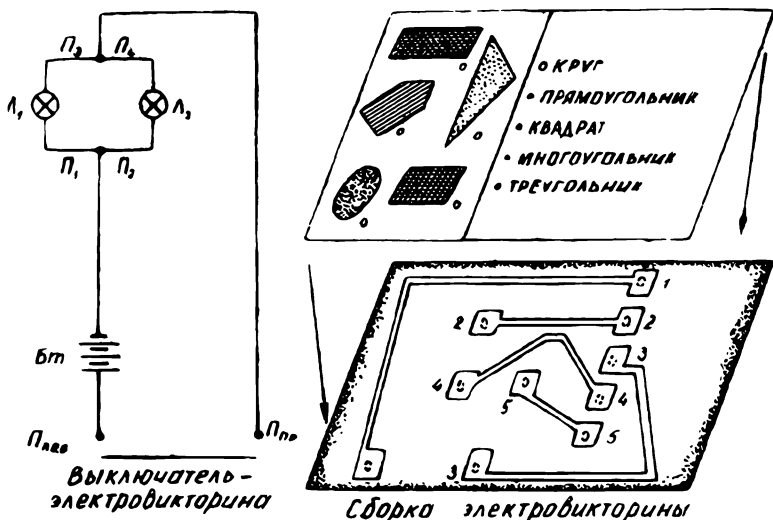

Рис. 22
Изготовление электровикторин [рис. 22]
6. Снимают верхний лицевой лист. На нижнем листе остались отмеченные места, которые нужно соединить между собой полосками станиолевой бумаги. Прежде всего соединяют их друг с другом карандашной линией, чтобы узнать величину полосок (рис. 22). Чтобы легче было наклеивать полоски, станиолевую бумагу берут на бумажной подложке, например обертку от упаковки чая. Вырезают полоски необходимой длины. Концы полосок должны перекрывать отверстия верхнего листа (рис. 22).
9. Если все получилось правильно, наклеивают верхний лист на нижний (рис. 22). Викторина готова. Теперь их можно готовить в большом количестве по разным вопросам и темам, составляя целые книги.